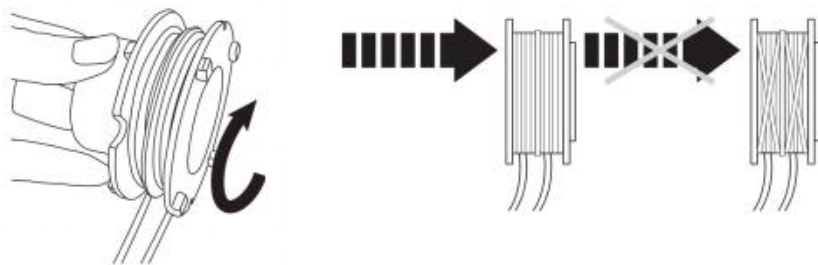

Fig. 66
3. Wikkel de draden stevig met de klok mee rond de spoel en zorg ervoor dat ze goed in de betreffende geleider liggen. (Afb.66)